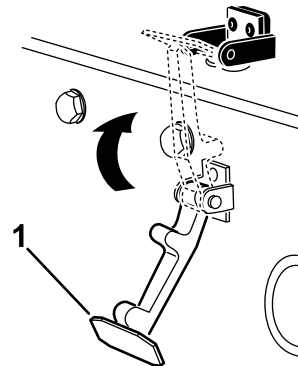

Bild 19
6. Haken Sie den Riegel in die Halterung des Motorhaubenriegels ein (Bild 19).